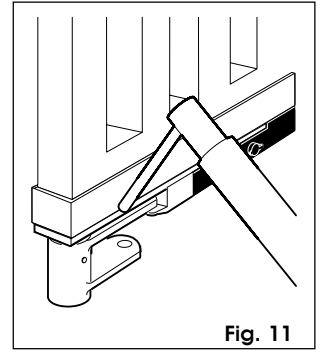

Fig. 11
- 3) Saldare accuratamente la staffa guida sulla staffa di sostegno (fig. 11).